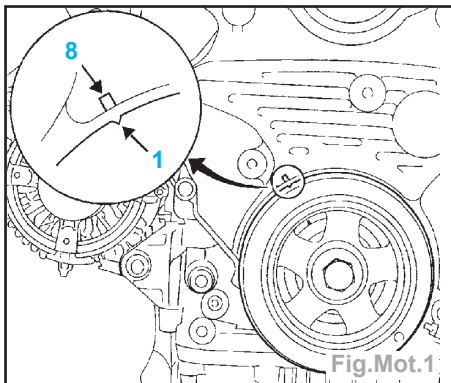

Fig.Mot.1
- Mettre le moteur au Point Mort Haut en alignant le repère (1) de la poulie de vilebrequin accessoires et le repère fixe (8) (Fig.Mot.1).